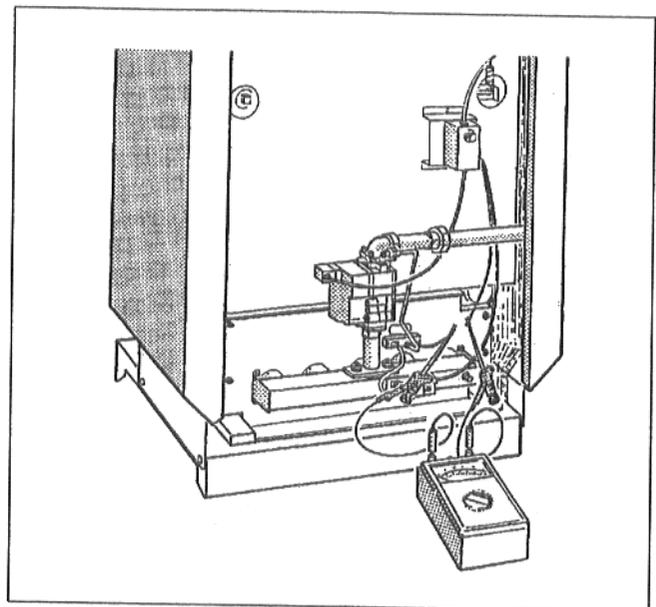

Fig. 24: Măsurarea curentului de ionizare
- Aparatul de măsură se racordează la cablul de supraveghere și electrodul de supraveghere în serie (Fig. 24). La aparatul de măsură se alege intervalul  $\mu\text{A}$  de curent continuu.